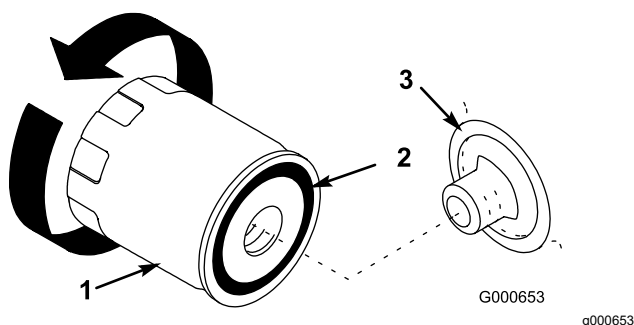

Figura 26
7. Retire el filtro usado y limpie con un paño la superficie de la junta del adaptador del filtro (Figura 26).
10. Aplique una capa fina de aceite nuevo a la junta de goma del filtro nuevo (Figura 26).
contacto con el adaptador del filtro, luego apriete el filtro media vuelta más (Figura 26).